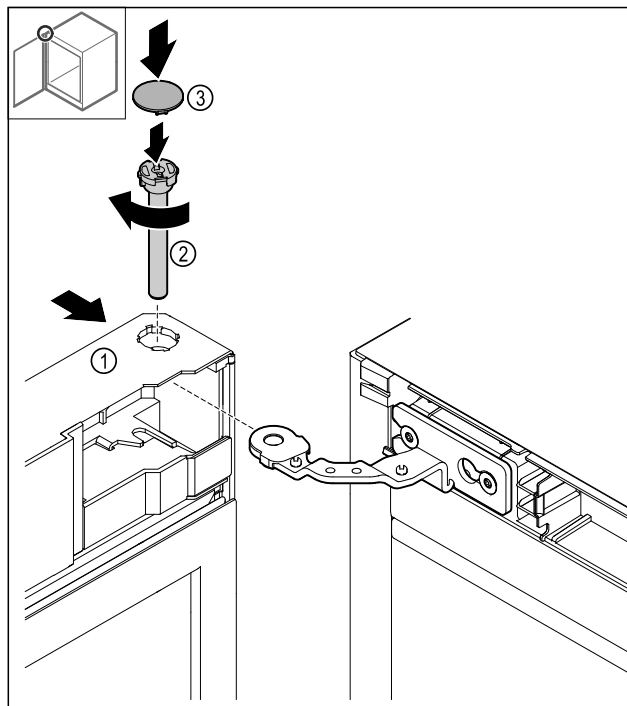

Fig. 47
- Skyv døren Fig. 47 (1) oppe på hengselen.
- Sett inn bolten Fig. 47 (2) og skru den fast med urviseren.
- Sett på dekslet Fig. 47 (4).